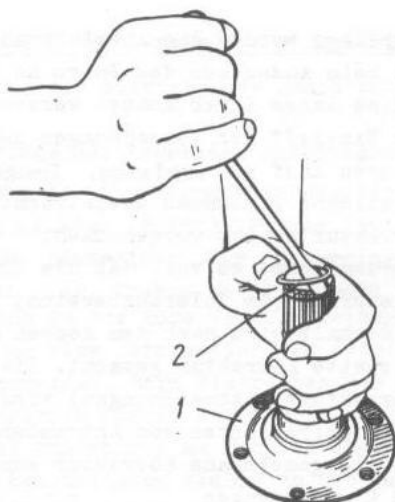

Bild 3-126. Aufstecken des Sperringes auf Halbachsflansch:
- in die Bohrungen des Halbachsrades und auf die Zapfen des Gehäuses Halbachsflansch 1 (Bild 3-126) mit aufgezogenem Sperring 2 stecken.